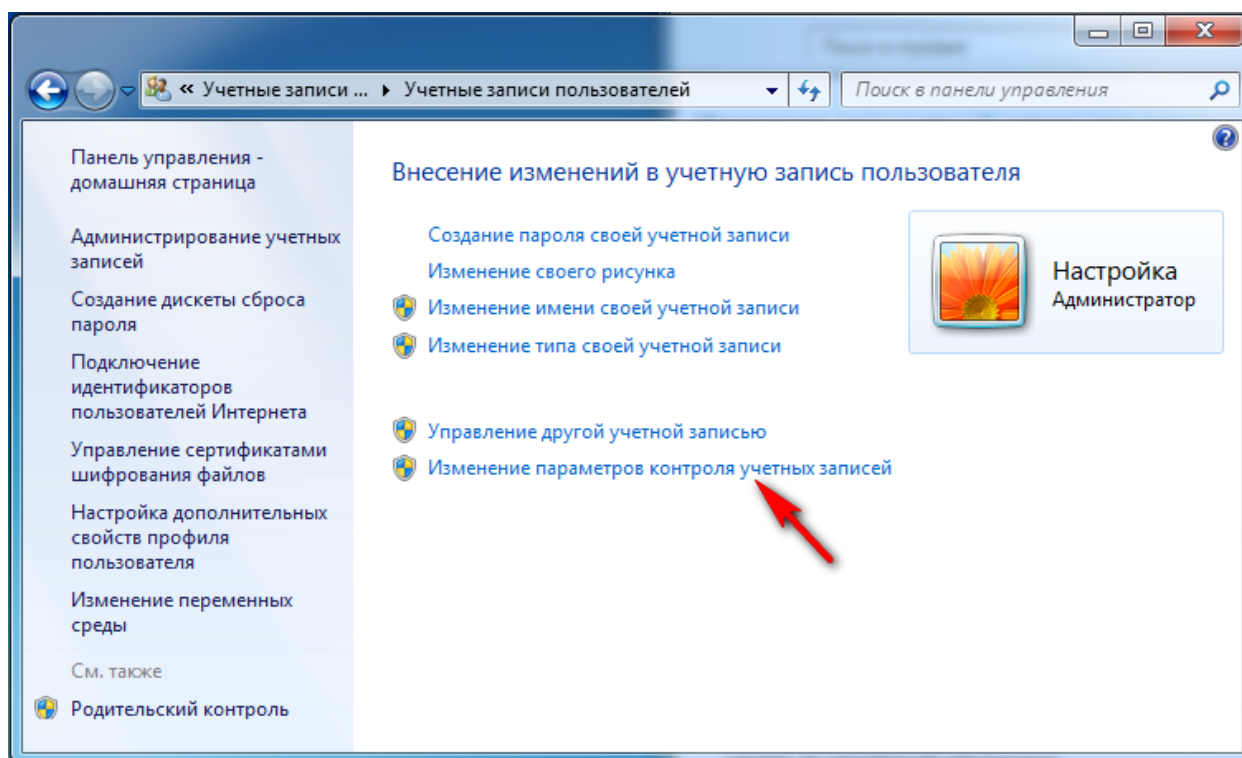

Рисунок 3.
2.1.1.2 Выбрать пункт «Изменение параметров контроля учетных записей» (см. рисунок 3).